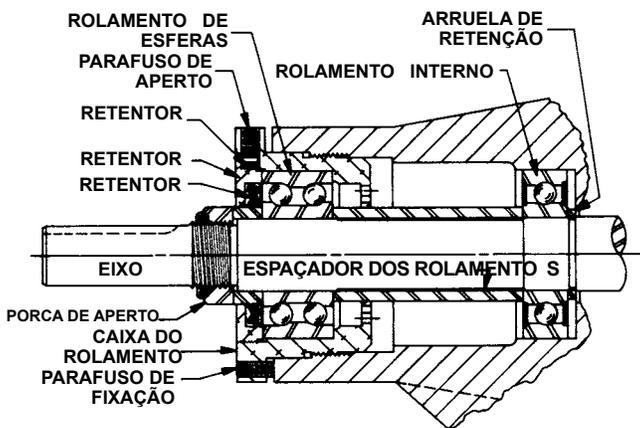

FIGURA 10
9. Remova o espaçador de mancal do eixo das bombas de tamanho AS, AK e AL. Consulte a Figura 10.
13. Remova a arruela de retenção do mancal das bombas de tamanho AS, AK ou AL. **Consulte a Figura 10.**
16. O conjunto do mancal de rolamento AS, AK e AL tem uma tampa final e um lábio de vedação que podem ser removidos após a liberação dos dois parafusos de ajuste no flange do alojamento do mancal. Remova o rolamento de esferas. **Consulte a Figura 10.**
NOTA: As bombas de tamanho AS, AK e AL não contêm o anel de pressão, uma arruela de retenção de mancal deve ser montada sobre a extremidade do eixo antes de o mancal ser montado. **Consulte a Figura 10**.
14. Coloque o espaçador do mancal sobre o eixo e contra o mancal de esferas de carreira simples no corpo (bombas de tamanho AS, AK e AL). **Consulte a Figura 10**.